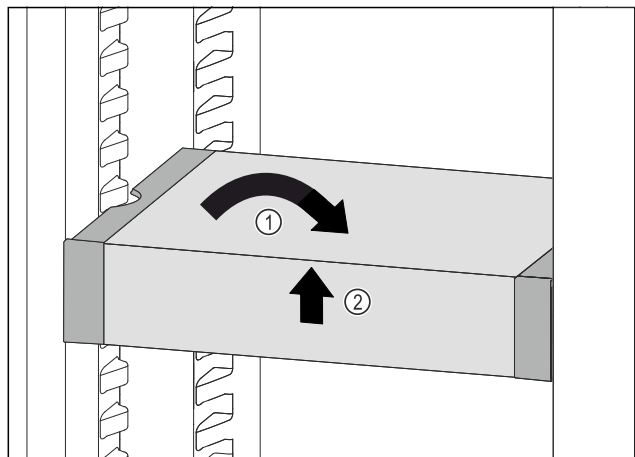

Fig. 72
- ▶ Collocare VarioSafe in maniera dritta. Fig. 72 (1)
- ▶ Sollevare VarioSafe dal lato anteriore. Fig. 72 (2)